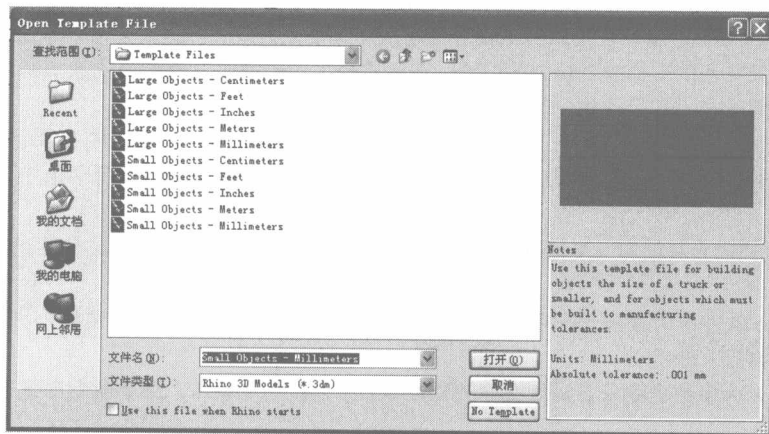

图 2-1 新建文件对话框
(1) 使用图标 。单击此图标按钮，就可以新建文件。这时候会弹出新建文件对话框（图 2-1）。在这个对话框中可以选择 Rhino 的模板文件（如何自建模版文件请参考保存文件中的 SaveAsTemplate），如果不想打开模板文件，可以直接单击 No Template 按钮。
(2) 在命令行中输入 New，按回车键或者右击，也会弹出如图 2-1 所示的对话框。在 Rhino 软件中，按回车键或者右击都表示确认。
(3) 使用菜单。单击 File 菜单中的 New 命令按钮。
(4) 使用快捷键 Ctrl + N。这也是大多数软件新建文件时的快捷键。